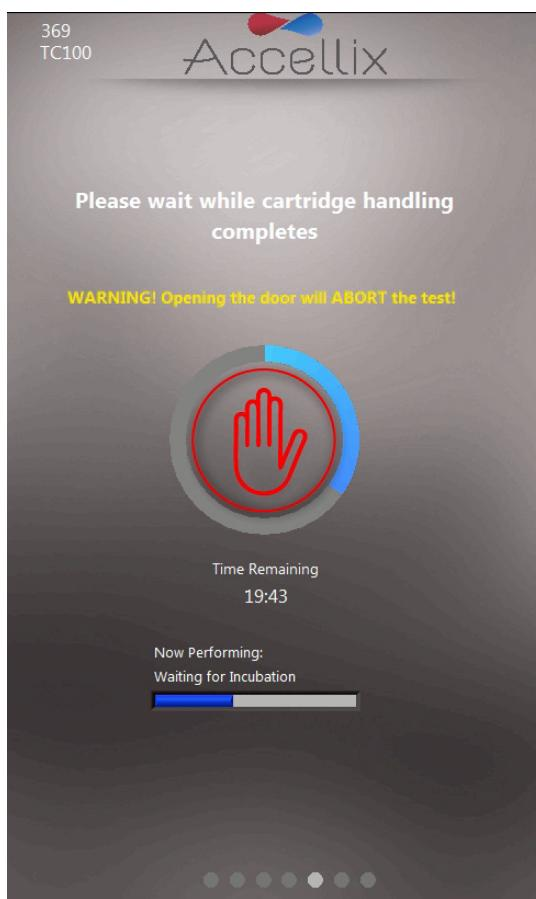

Figura 41: Pantalla de indicador de progreso y tiempo restante
Nota: Algunos instrumentos pueden configurarse para permitir que se procese una "Control Sample" (Muestra de control). En este caso, aparece una opción adicional encima del campo Sample ID (ID de la muestra) (si el ensayo actual se puede procesar como muestra de control) para permitir configurar el análisis como análisis de muestra de control, como se indica en la Figura 41:
- La **pantalla de Progreso** (Figura 41) muestra un indicador de progreso y un temporizador de cuenta atrás **Time Remaining** (Tiempo restante). El usuario puede supervisar el progreso de la prueba y el tiempo restante aproximado.
Nota: Para detener un ensayo en curso, el usuario puede pulsar la mano roja de **Alto**, situada en el centro del indicador de progreso (consulte la Figura 41). Consulte la sección **11.3 Finalización del procesamiento de un ensayo**.
El ícono de **Alto** se puede utilizar para finalizar el procesamiento de un ensayo (Figura 41).